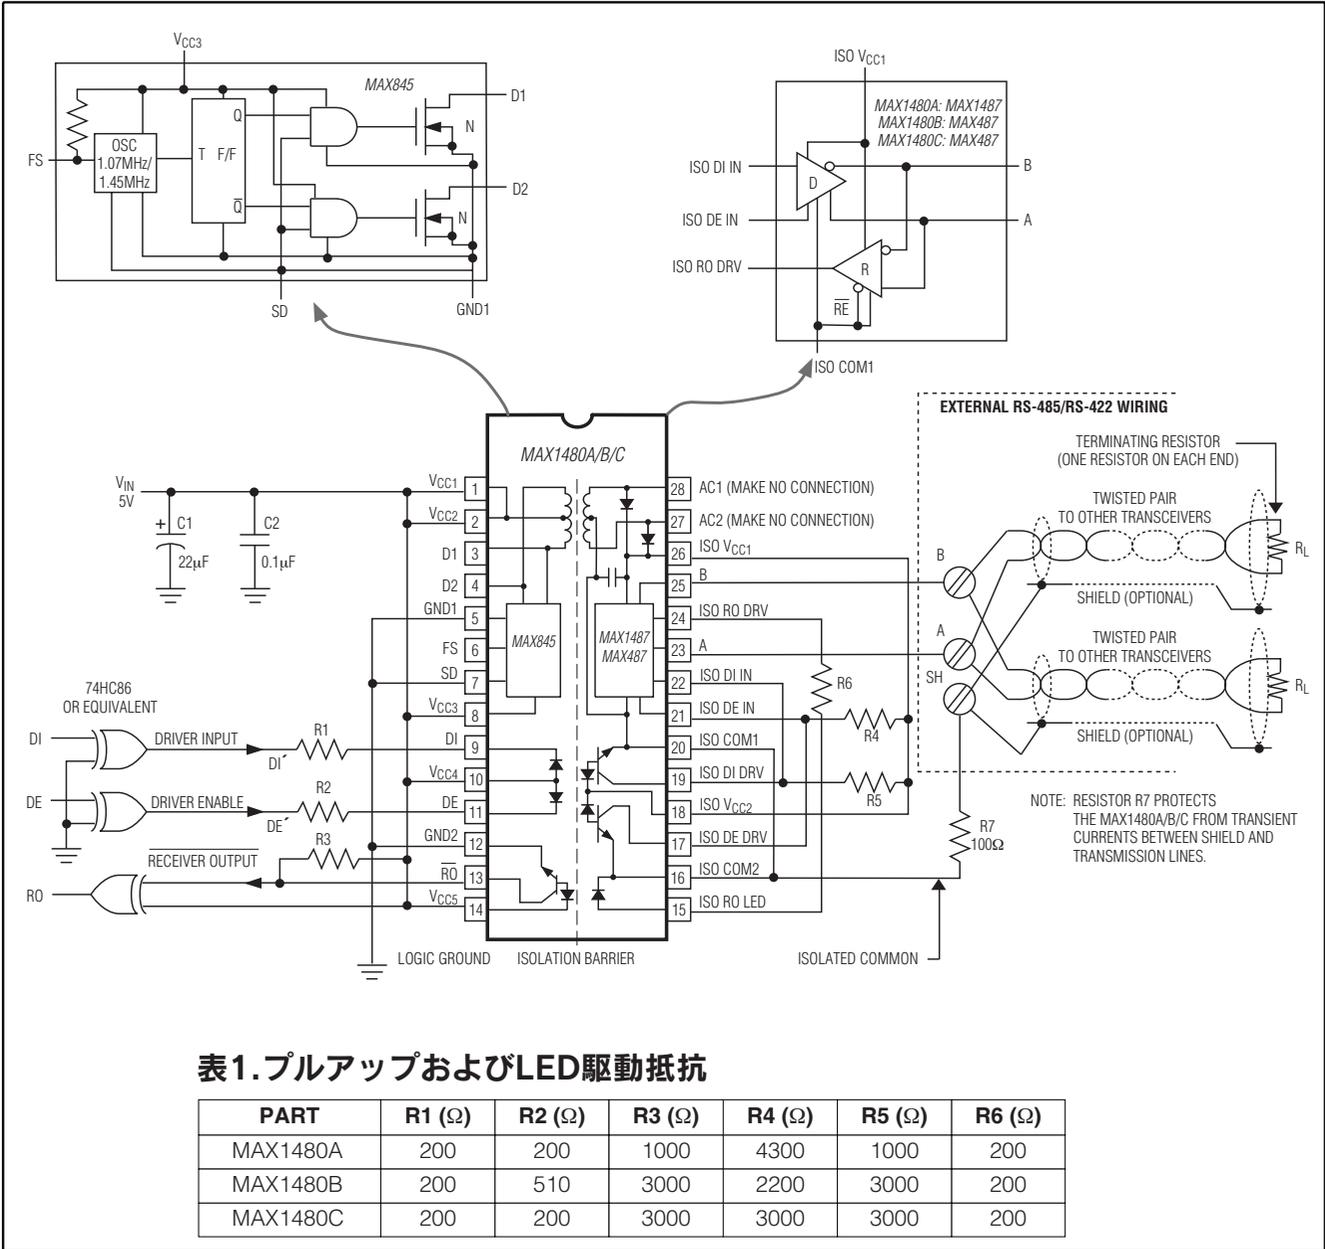
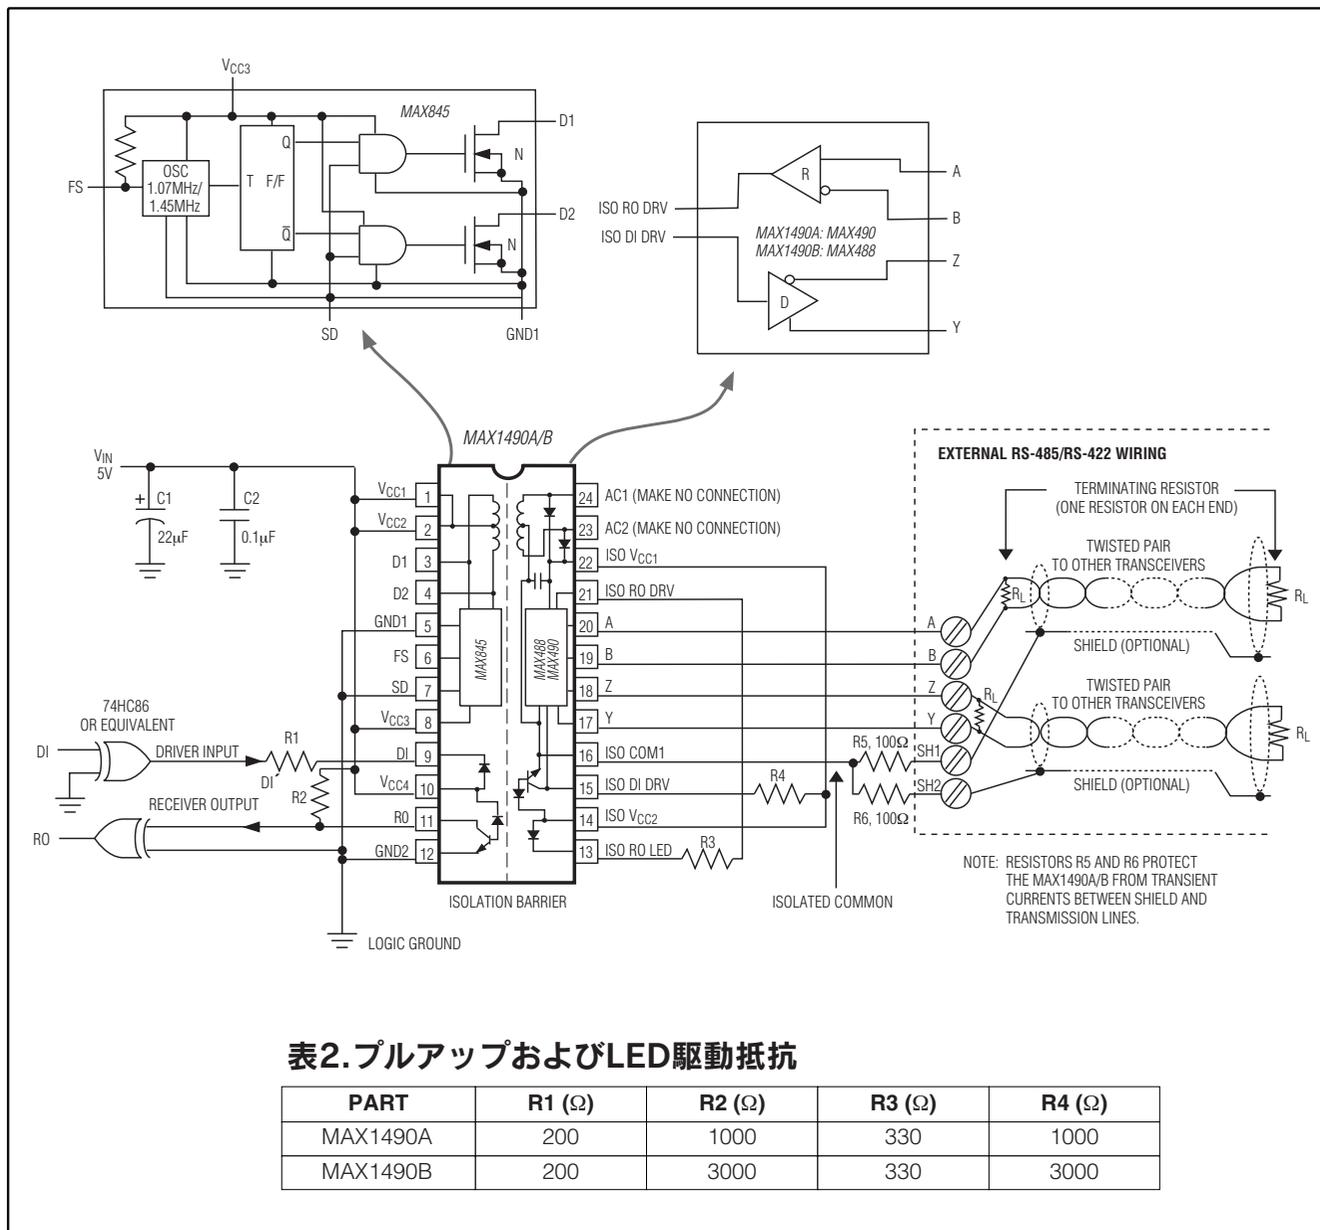

図1. MAX1480A/MAX1480B/MAX1480Cの詳細ブロックダイアグラムおよび標準アプリケーション回路
図2. MAX1490A/MAX1490Bの詳細ブロックダイアグラムおよび標準アプリケーション回路
注：DE'およびDI'端子の説明は「詳細ブロックダイアグラムおよび標準アプリケーション回路」(MAX1480A/B/Cは図1、MAX1490A/Bは図2)を参照してください。
MAX1480A/MAX1480B/MAX1480C/MAX1490A/MAX1490Bは完全に電氣的に絶縁されたRS-485/RS-422データ通信インタフェースソリューションです。トランシーバ、フォトカプラ、パワードライバ、およびトランスが1つの標準的な28ピンDIPパッケージ(MAX1490A/Bでは24ピン)に収容されて完全なインタフェースが提供されます。信号および電力は絶縁バリアを通して内部的に伝えられます(図1および2)。電力はロジック側(非絶縁)からセンタタップ付きのトランスを通してバリアの絶縁側に伝達されます。信号は高速のフォトカプラによってバリア通過します。ロジックサイドの+5V単一電源によってインタフェースの両側に給電します。MAX1480A/B/Cはハーフデュプレックス通信を提供し、MAX1490A/Bはフルデュプレックス通信を行います。入力/出力の機能の関係は表3~6に示されています。
*DE'およびDI'の説明は「詳細ブロックダイアグラムおよび標準アプリケーション回路」(MAX1480A/B/Cは図1、MAX1490A/Bは図2)を参照してください。
MAX1480A/MAX1480B/MAX1480C/MAX1490A/MAX1490Bは図1の表1および図2の表2に示された抵抗値を使用して仕様が決められ、また評価されています。推奨値を変えると性能を悪化させる恐れがあります。
絶縁コモンはロジックグラウンドおよび実質的なネットワークグラウンドに対して完全にフローティングにすることが可能です。レシーバの入力抵抗によって絶縁コモン電圧がレシーバ入力の平均電圧になります。シールドケーブルを使用する場合は、絶縁コモンを100Ωの抵抗を通してシールドに接続してください。MAX1490の場合は、各シールドは個別に100Ωの抵抗を備える必要があります(図1、2、13、および14)。